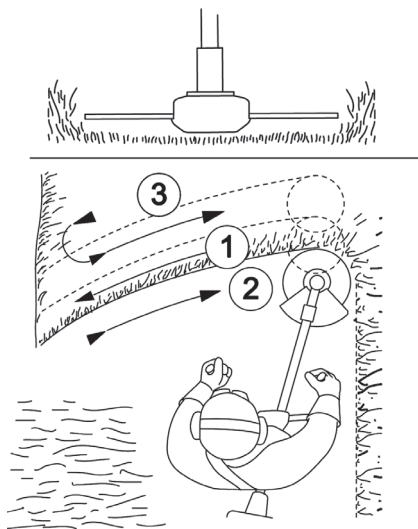

Рисунок 16. Схема скошування трави на ділянках вільних від перешкод.
3. Під час скошування трави на рівних ділянках плавно рухати виріб з боку в бік (рис. 16), намагаючись водночас утримувати різальну частину виробу на однаковій висоті над землею.